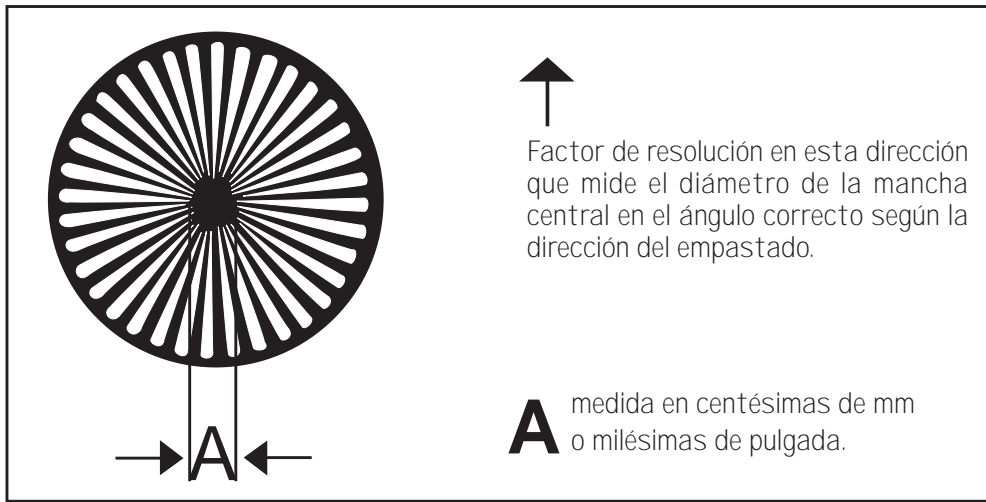

Figura 1.
- La Estrella Indicativa, la cual debe permanecer con sus radios y centro limpios y perfectamente definidos para una buena impresión (figura 1).